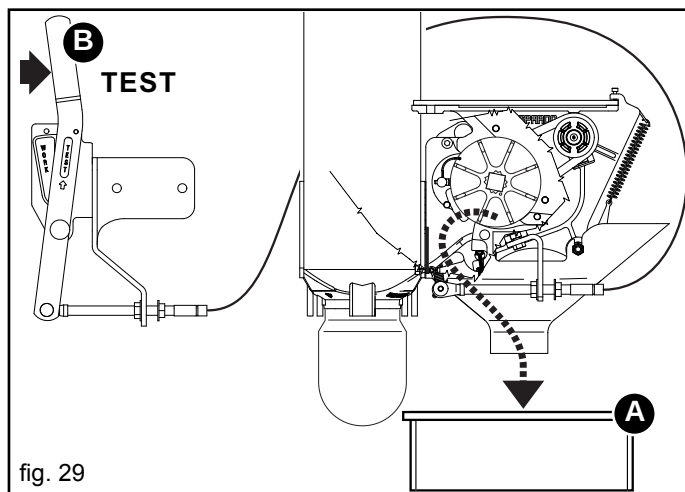

fig. 29
- 2) En dessous des deux doseurs, placer des récipients de récolte (A) et ouvrir les portillons de décharge du produit (B, Fig. 29) ... «TEST»